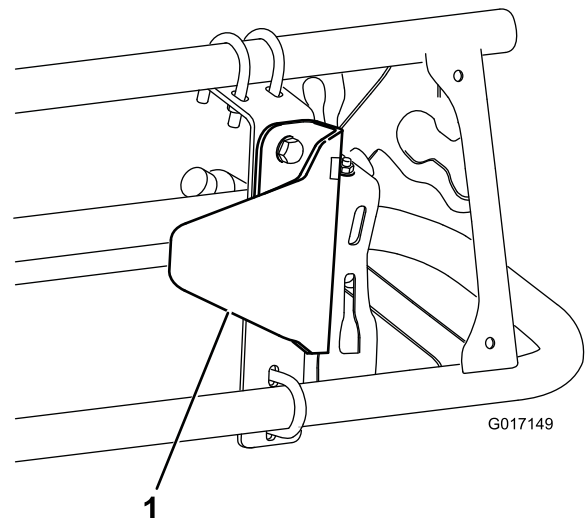

図 10
2. 図10のように、取り付けブラケットにセンサーガードブラケットを取り付けるボルト5/16 x 3/4 インチ2本とフランジナット5/16 インチ2個を使用する。